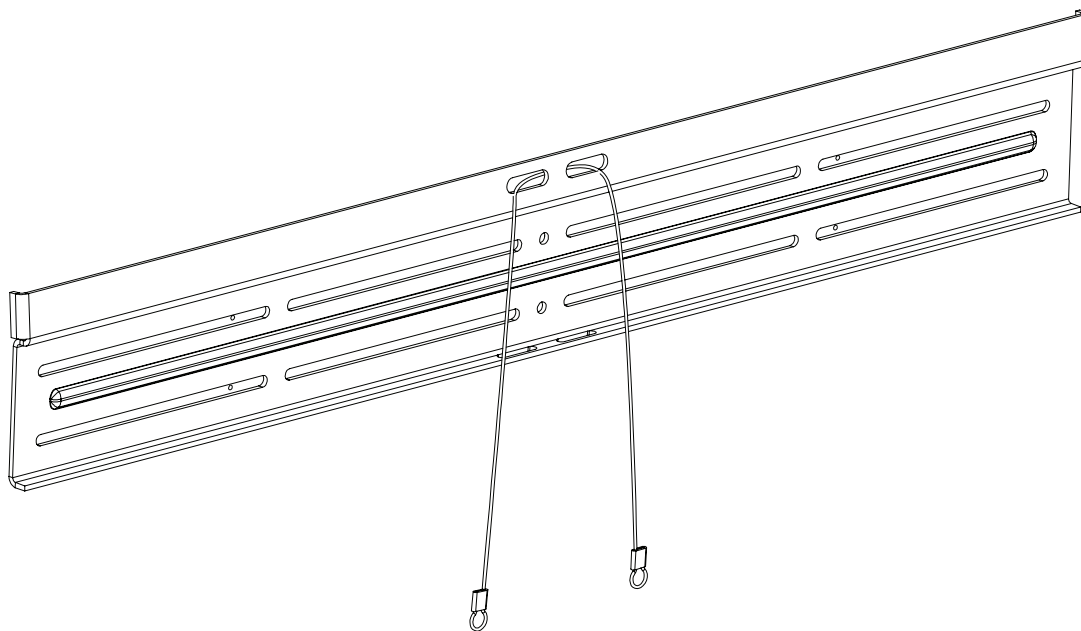

Figure 5
- 12 Comme il est indiqué à la figure 5, fixez le support mural sur le mur à l'aide des rondelles et des vis à bois/boulons tire-fond. Utilisez un niveau lorsque vous serrez les vis/boulons tire-fond.